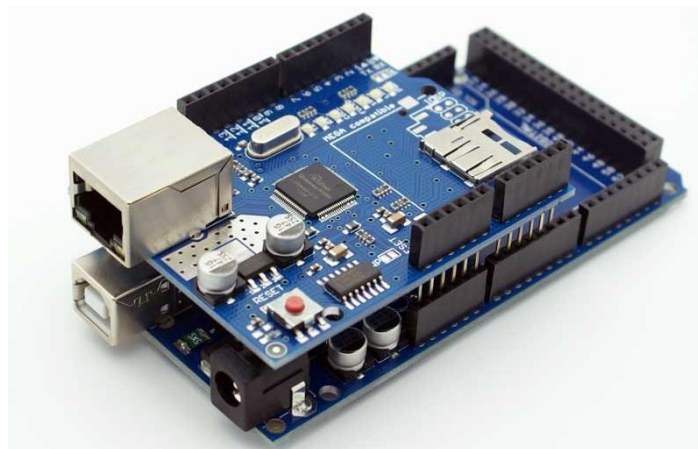

Figura 36: Montaje Arduino-Ethernet
En la siguiente Figura (35), se muestra el esquema físico de conexión de ATmega328, microcontrolador de arduino Mega al shield de ethernet. El montaje Ethernet-Arduino se muestra en la Figura 36. (Esquema adjunto en los anexos).